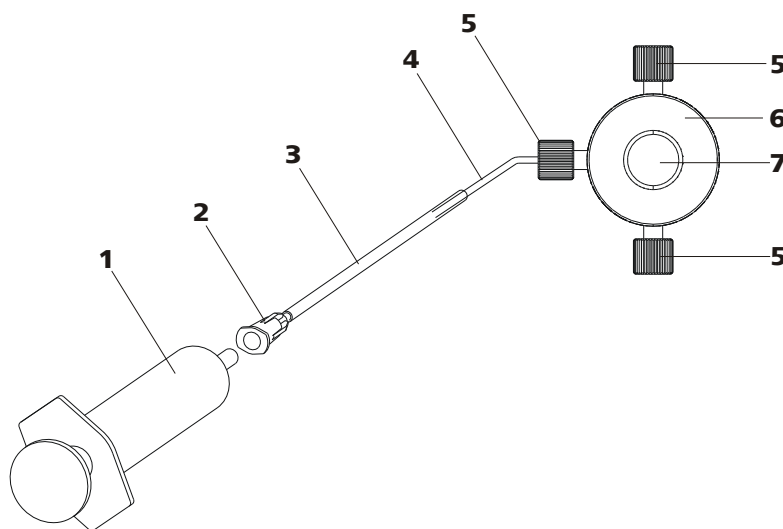

图 18 给高压泵排气
高压泵的排气可按以下步骤进行（参见图 18，第 31 页）：
- 将注射器(18-1)插入排气插管的 Luer 式接头(18-2) (参见图 18, 第 31 页)。